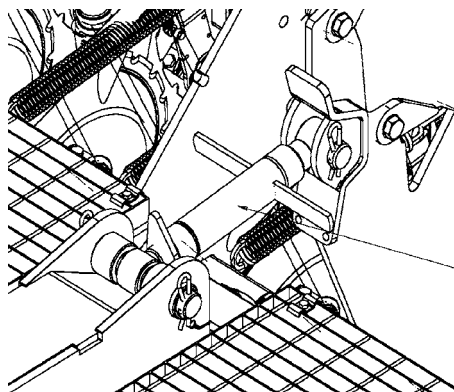

Рисунок 11 Транспортные распорки
4. Отсоедините транспортировочные распорки. (Рисунок 11)